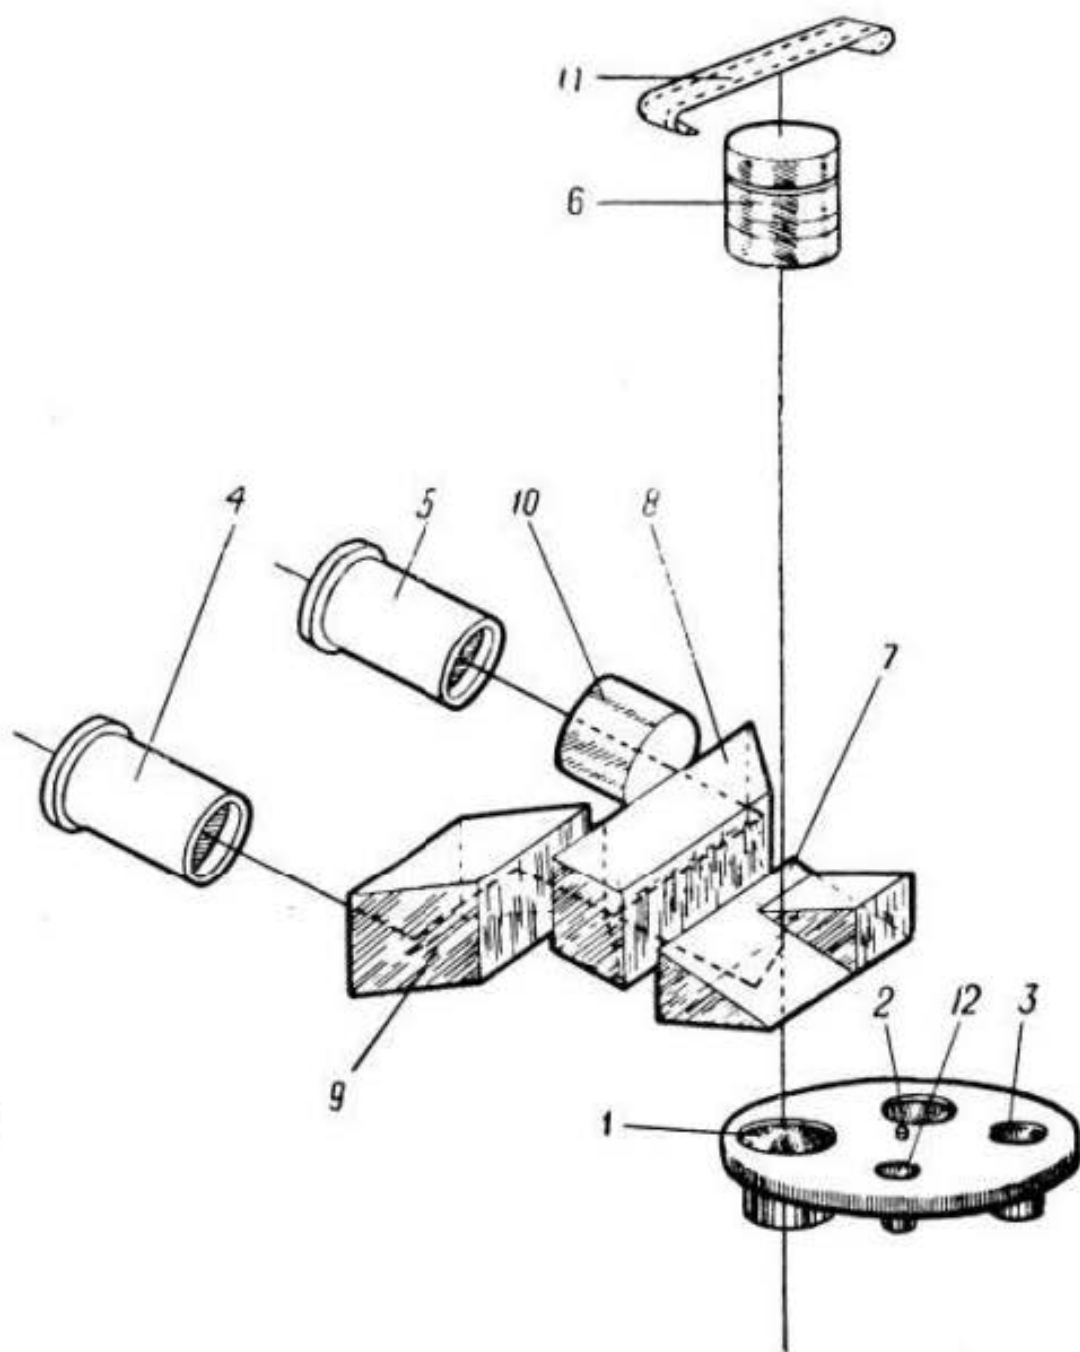
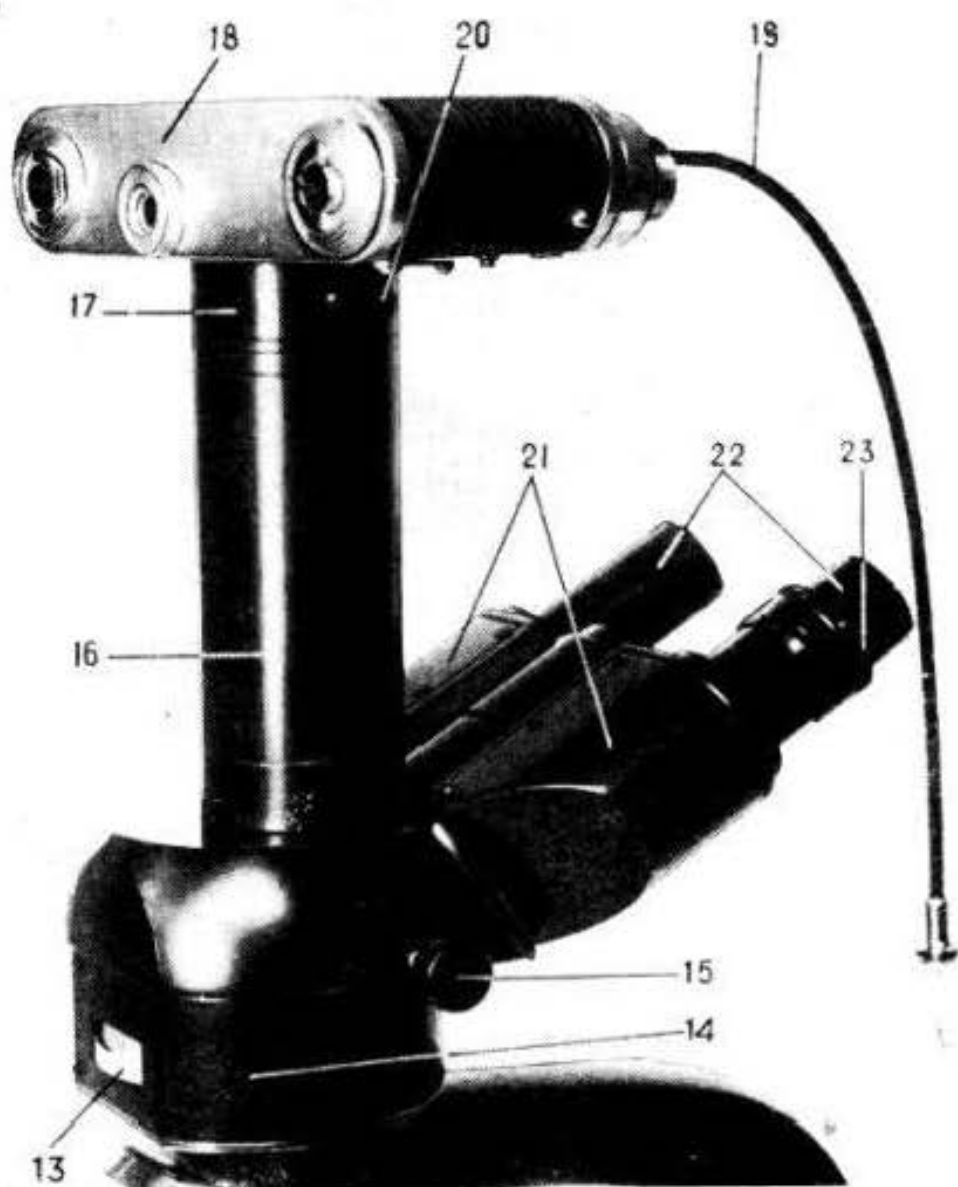

Рис. 1
Рис. 2
Оптическая схема микрофотонасадки показана на рис. 1. Лучи света, проходящие через объектив микроскопа, падают на одну из оптических систем 1, 2 или 3, которая совместно с объективом переносит изображение объекта в фокальные плоскости визуальных окуляров 4, 5, а совместно с объективом и гомалем 6 — в плоскость фото-пленки.
Микрофотонасадка МФН-11, установленная на микроскопе МББ-1, показана на рис. 2.
Установка того или иного увеличения насадки, а также установка системы для рассматривания выходного зрачка объектива производится вращением диска *13* за накатанную часть. Диск имеет четыре фиксированных положения. На цилиндрической части диска награвированы цифры «1,1», «1,6», «2,5» и буквы «ФК». Фиксатор, цифры и буквы расположены так, что при включении оптической системы *1* (рис. 1), *2* или *3* цифры, показывающие увеличение, устанавливаются против окна, находящегося сзади корпуса *14* (рис. 2) насадки; при включении системы *12* (рис. 1) против окна устанавливаются буквы «ФК».
В оптическую систему насадки рукояткой *15* (рис. 2) может быть включена или та часть призмы *7* (рис. 1), которая полностью отражает пучок лучей на призму *8*, или же часть призмы, отражающая на призму *8* около 10% света и пропускающая остальную часть на пленку *11* фотокамеры. При вдвинутой рукоятке *15* (рис. 2) происходит полное отражение света, при выдвинутой — частичное.
На корпусе 14 насадки установлена трубка 16, в которую вмонтирован гомаль 6 (рис. 1). В патрубке 17 (рис. 2) закреплена фотокамера 18 с тросиком 19. Если отвернуть винт 20, патрубков с фотокамерой можно снять с насадки.
Биноккулярный тубус имеет два корпуса 21 (левый и правый) с окулярными трубками 22, в которые вставляются парные компенсационные окуляры 7^х. Корпуса 21 можно раздвигать в пределах 55—75 мм в зависимости от расстояния между глазами наблюдателя. Установка окулярных трубок по глазам наблюдателя производится разворотом тубусов. Тубусы должны быть установлены так, чтобы поля зрения левой и правой трубок слились. Внутри корпусов расположены призмы 8 (рис. 1), 9 и компенсатор 10.
диоптрийный механизм; кольцом 23 (рис. 2) диоптрийный механизм можно устанавливать на ± 5 диоптрий.
2. Ввести в оптическую систему ту часть призмы 7 (рис. 1), которая полностью отражает световой пучок; для этого рукоятку 15 (рис. 2) вдвинуть до упора.
2. Ввести в оптическую систему ту часть призмы 7 (рис. 1), которая отражает приблизительно 10% лучей; для этого рукоятку 15 (рис. 2) выдвинуть до упора.
5. Проверить настройку освещения в микроскопе. Для этого включить систему 12 (рис. 1), позволяющую рассматривать выходной зрачок объектива, и проверить резкость и центричность изображения источника света в зрачке. Затем, включив систему
Вставить в левую окулярную трубку окуляр 7^{\times} с диоптрийной подвижкой без шкалы и подвижкой глазной линзы и кольца 23 (рис. 2) добиться резкости.